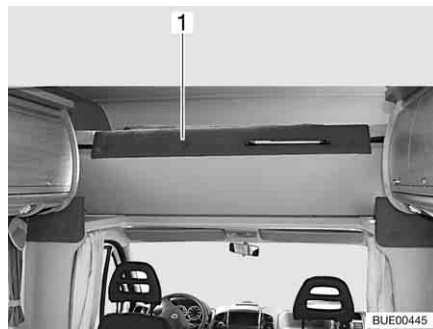

Bild 112 Alkovesäng, uppfälld
- Fäll upp alkovesängen (Bild 112,1) framtill. Alkovesängen hålls uppe av gasfjädrar.